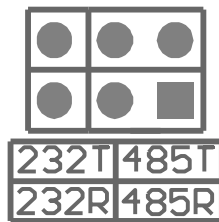

图 2.7 RS-232 与 RS-485 选择跳线
- RS-232 和 RS-485 通讯的切换跳线, 跳线外形如图 2.7 所示。